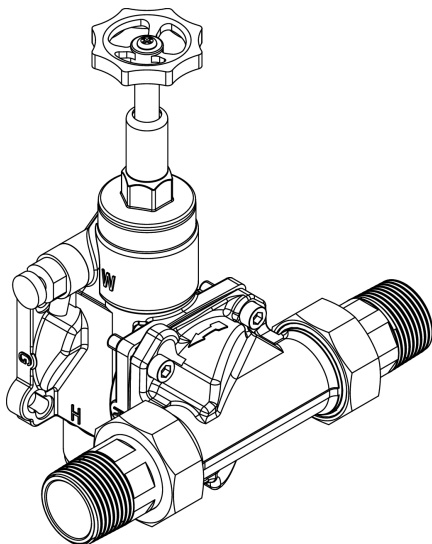

Abb. 9: Schrauben angezogen
5. Das am Umgehungsventil hängende Gerät leicht **im** Uhrzeigersinn drehen, um die Schrauben in den Bohrungen des Umgehungsventils einzurasten (Befestigungsprinzip siehe Abbildung 9).